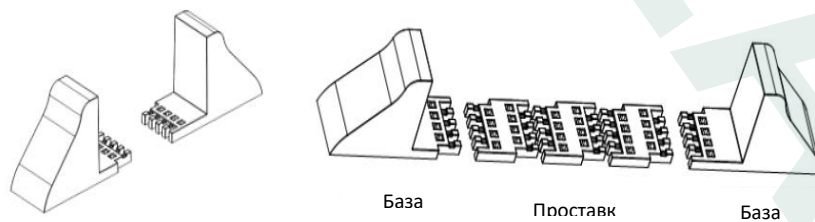

Рис. 2-11
- Извлеките опорные основания и проставки, а затем установите проставки и опорные основания, как показано на Рис. 2-11. Для моделей ИБП тип (L) необходимо 4 базы поддержки, для стандартных моделей ИБП или батарейных шкафов необходимы 4 дополнительные проставки.